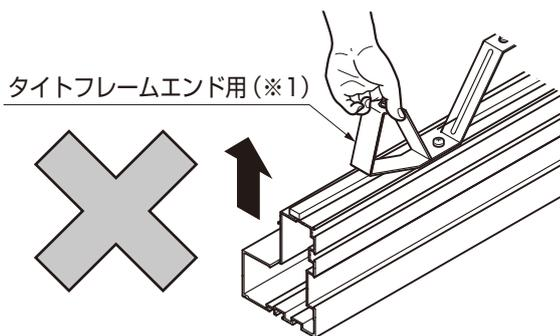

図7-8 桁の持ち運び
- タイトフレームを取付けた後、桁を持ち運ぶときは、両端のタイトフレームエンド用 (※1) を持たないでください。曲がって端部面戸爪付が取付かなくなります。(図7-8参照)